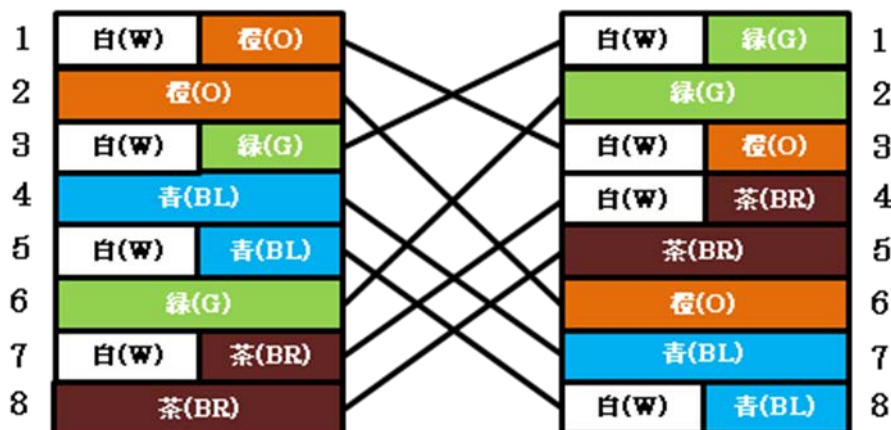

図 5-4 クロスケーブル(IEEE802.3ab)
- クロスケーブル (IEEE802.3ab) : 図5-4で示すようにピン配置は一方の端のピン配置は568B規格に従い、もう一方の端のピン配置はIEEE802.3ab規格に従います。4組すべてがクロスオーバー結線となる1000BASE-T用のピン配置です。